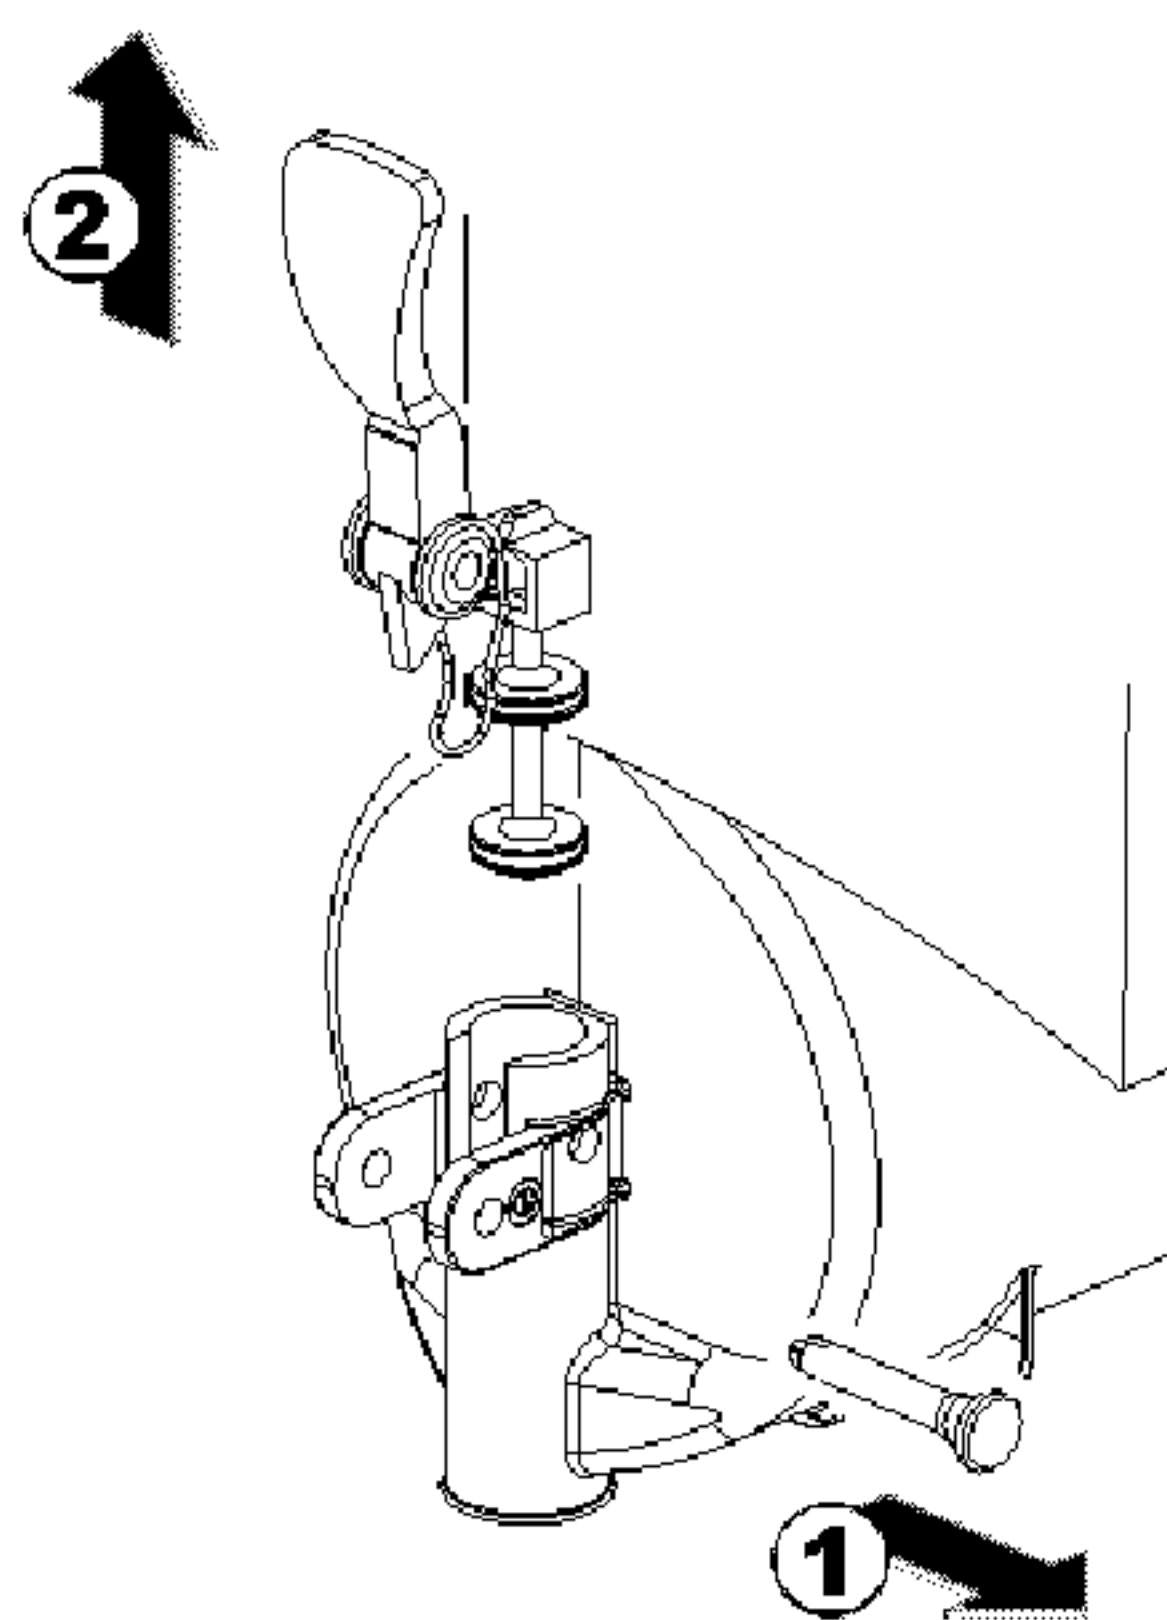

Рисунок 12
5 Разберите кран в сборе (смотрите рисунок 12).
- 3 Соберите кран в порядке, обратном процедуре разборке (смотрите рисунок 12).